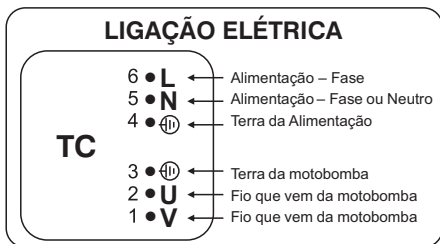

Figura 6
7.9 A instalação elétrica deve ser realizada conforme esquema de ligação da figura 6.
IMPORTANTE: Ligações incorretas poderão danificar o pressurizador, siga corretamente o esquema de ligação da figura 6.